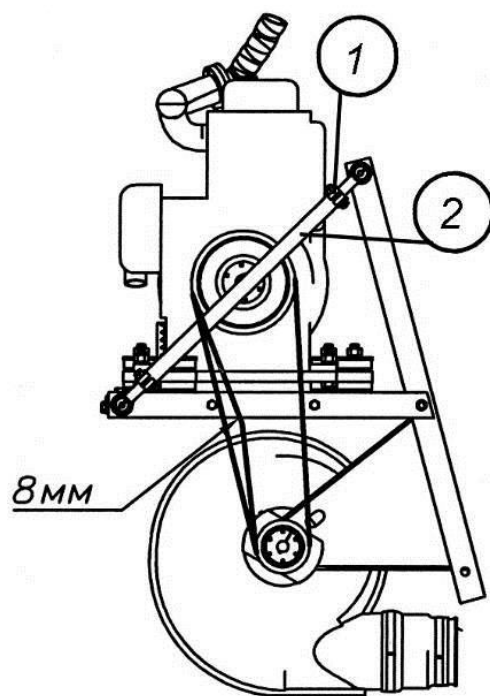

Рис. 6.3.3.
4. Проверить натяжение ремня привода вентилятора (рис. 6.3.3). Ослабив контргайки 1, натяжение ремня можно отрегулировать поворотом стяжки 2 в нужную сторону. При усилии в **4 кг (40 Н)** прогиб ремня должен составлять **8 мм**.